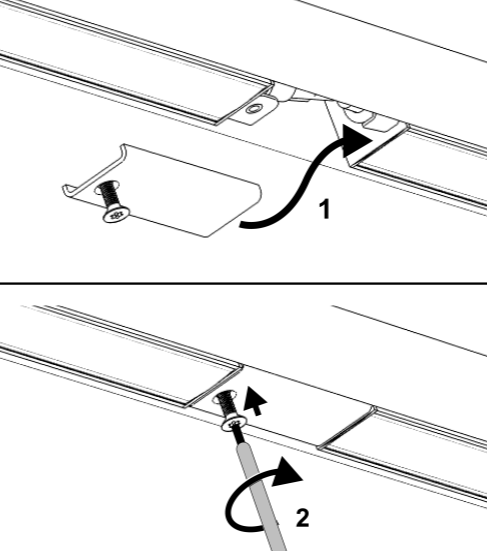

Bild 7: Nutabdeckung montieren
- Nutabdeckung montieren (Bild 7).